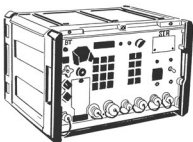

Fig 10 - Bedienungsteil BT
- ☐ Sicherstellen, dass bei allen einzubauenden Geräten alle Anschluss-Verschraubkappen aufgesetzt sind (Fig 10 und 11).